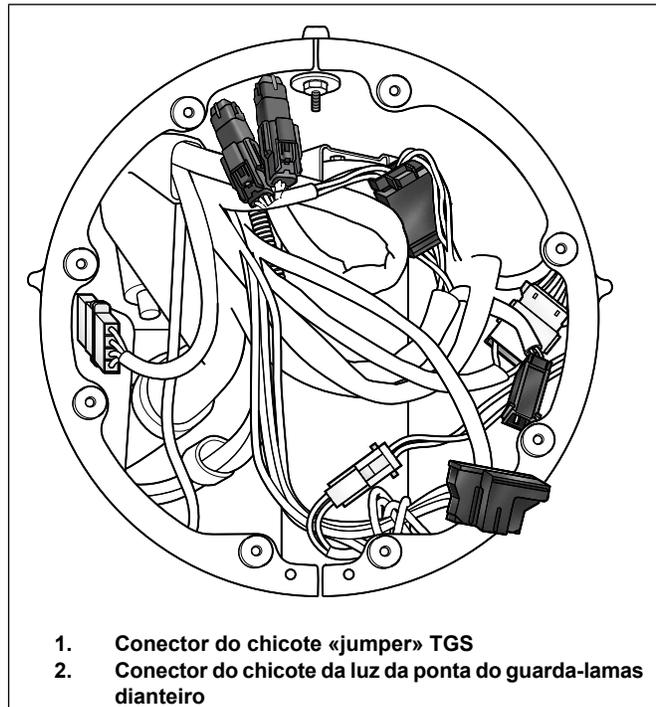

Figura 7. Carenagem do Farol Dianteiro Road King
- a. Ver Figura 7 . Localizar a cablagem da luz do guarda-lamas.
- Ver Figura 7 . Localizar a cablagem da luz do guarda-lamas (2).
- Ligar metade do conector de alimentação do punho esquerdo à metade do conector do chicote (3).
- Ver Figura 7 . Ligar a metade do conector TGS do punho direito à metade do conector do chicote (1).